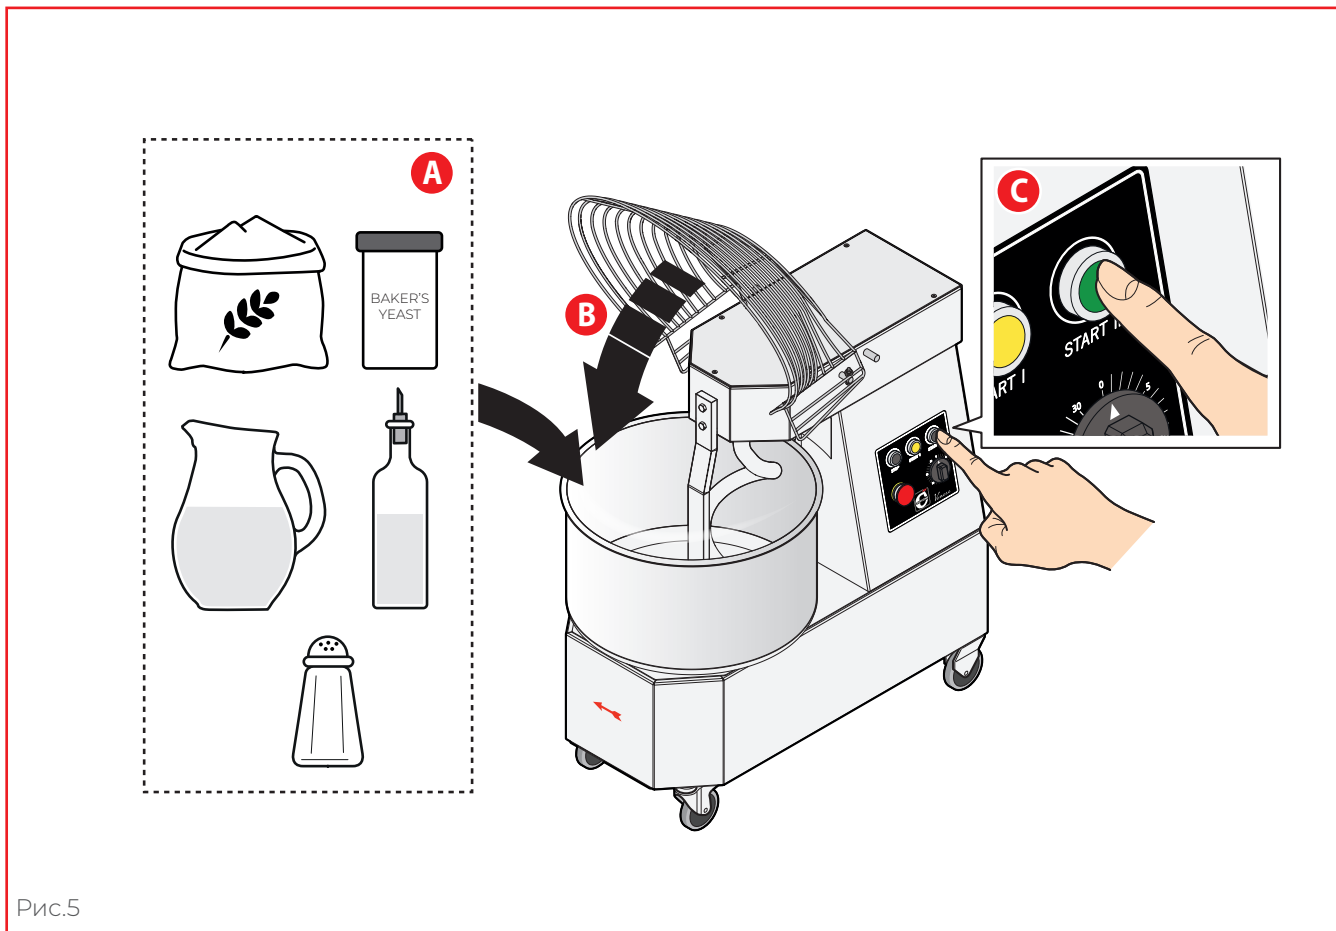

Рис.5
► **Рис.5** Машина замешивает тесто за счет вращательного движения дежи и спирали из стали. При первом использовании выполнить тщательную очистку, скрупулезно соблюдая указания, приведенные в специальной главе.